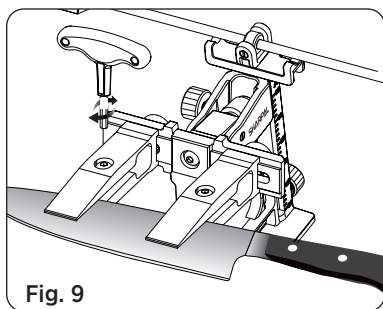

Fig. 9
3. Justera bladets position så att avståndet från änden av varje klämma till skäreppen är lika för båda klämmorna. När bladets position är korrekt justerad, dra åt fästsruvarna på båda klämmorna ordentligt med nyckeln. (Se Fig. 9)